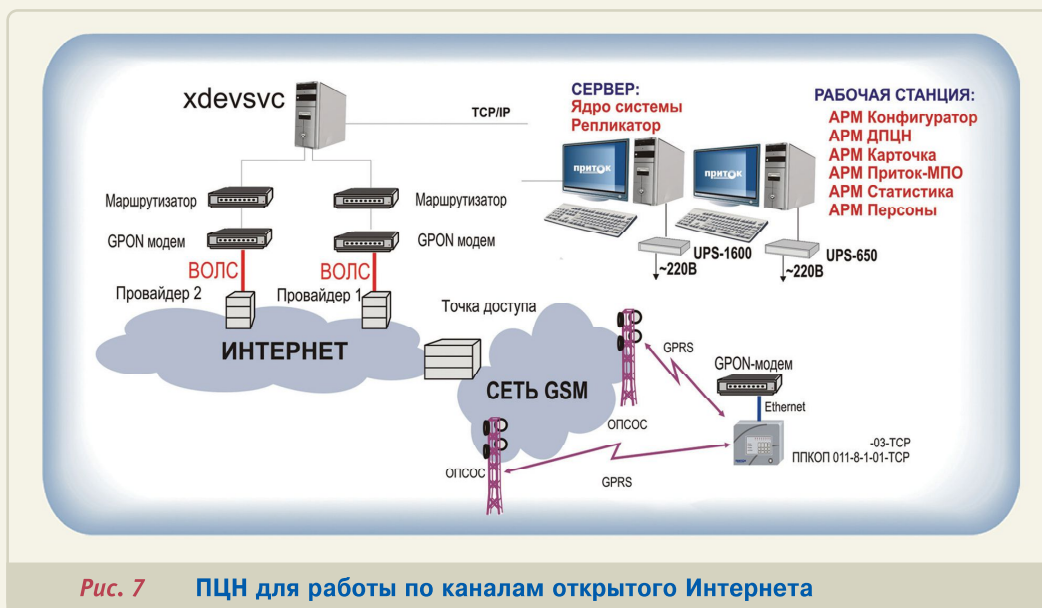

Рис. 7 ПЦН для работы по каналам открытого Интернета
7. Для создания ПЦН, который обеспечивает охрану и мониторинг через открытый Интернет (Приток-WEB), в состав ПЦН необходимо включить дополнительный сервер xdevsvc.exe (см. рис. 7)